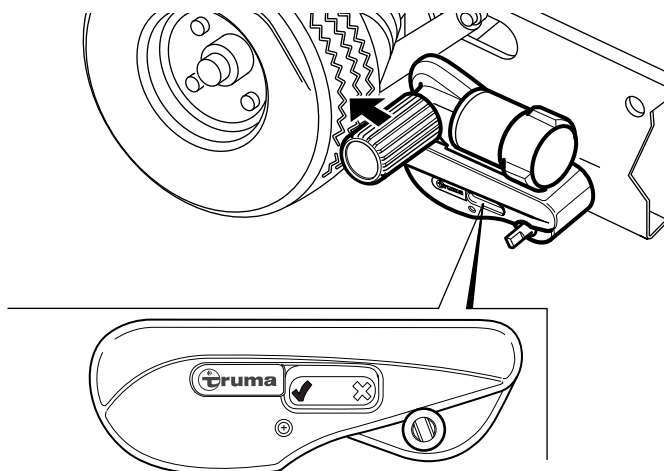

Abb. 15
- Anschwenkhebel zum Fahrzeugrad drehen. Dabei muss die Anschwenkmechanik einrasten, sodass der Anschwenkhebel nicht mehr zurückspringt (Abb. 14-2). Sobald die Anschwenkmechanik eingerastet ist, zeigt der Positionsindikator am Gehäuse des Rangiersystems auf (Abb. 15).